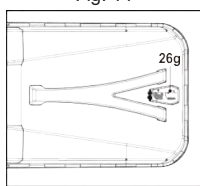

Fig. 15
2. Când trapa (26g) este închisă, colectorul de iarbă (26) este plin și trebuie golit (Fig. 15).